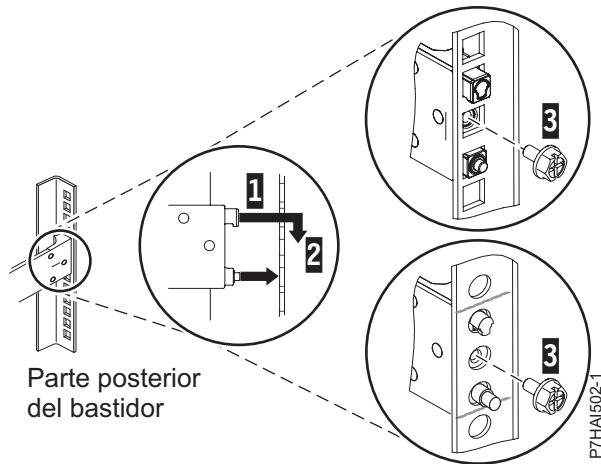

Figura 3. Alineación de las patillas con los orificios de la parte posterior del bastidor
3. Alinee las dos patillas de la parte posterior del riel deslizante con los orificios superior e inferior dentro de la unidad EIA seleccionada que se marcaron anteriormente. Tire del riel deslizante hacia usted para insertar las dos patillas en los orificios del bastidor (1), y baje el riel deslizante (2) para fijar el mecanismo de enganche de la patilla superior. Para obtener más de talles, consulte la Figura 3 en la página 5. Asegúrese de que las dos patillas sobresalen de los orificios antes de proceder con el paso siguiente.